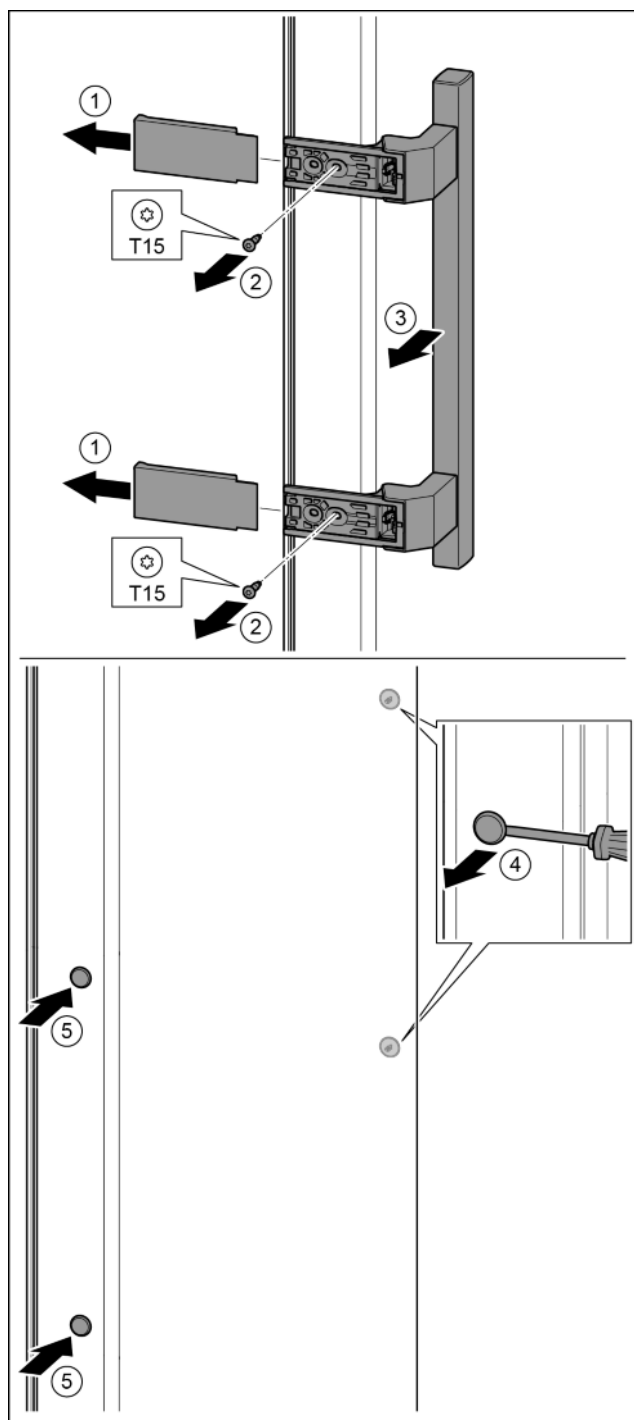

Fig. 32
- ▶ Retirer le cache. Fig. 32 (1)
- ▶ Desserrer les vis avec un tournevis T15. Fig. 32 (2)
- ▶ Déposer la poignée. Fig. 32 (3)
- ▶ Soulever délicatement le bouchon latéral avec un tournevis plat et le sortir. Fig. 32 (4)
- ▶ Remettre en place le bouchon de l'autre côté. Fig. 32 (5)